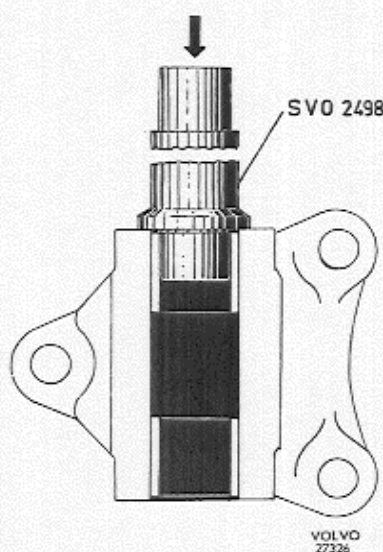

Abb. 45 Buchse einbauen
1. Die neuen Nadellager bzw. Buchsen einpressen. Bei Umlenkhebellagerung Ausf. I (Abb. 24) erfolgt das Einpressen so, daß die Lager mit der Außenseite des Lagerbockes abschließen. Bei Ausf. II (Abb. 25) sind die Nadellager soweit hineinzupressen, daß das Maß A 3,2—3,5 mm beträgt. Auf diesen Platz sind dann die Dichtungsringe mit der Lippe nach außen anzubringen. Bei Ausf. III (Abb. 21) sind die Buchsen bis zu 0,3—0,5 mm innerhalb der Außenseite mit dem Dorn SVO 2498 (Abb. 45) einzupressen. Den Sitz der Welle in den Lagern bzw. Buchsen kontrollieren. Die Welle muß sich leicht und ohne Spiel drehen lassen.